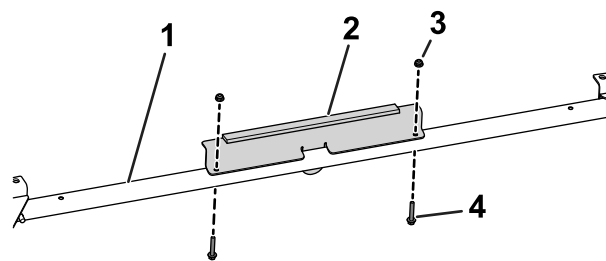

Рисунок 31
10. Используйте 2 болта с шестигранными фланцевыми головками (1/4 x 1-1/2 дюйма) и 2 гайки для крепления передней опоры к передней поперечине (Рисунок 31).